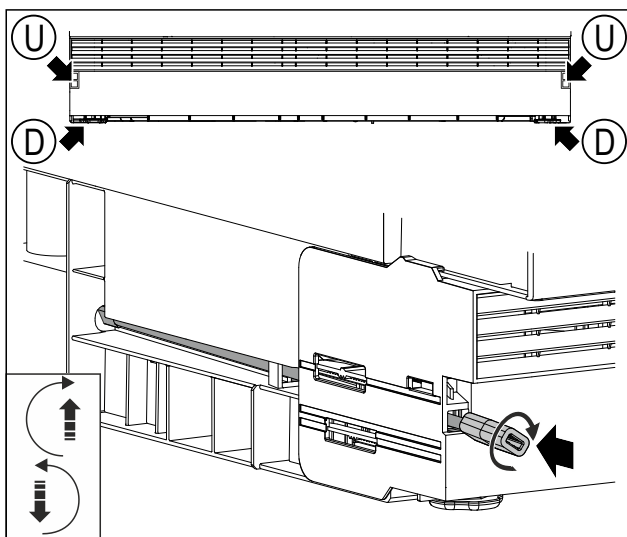

Fig. 53 Примерно изображение
- (U) Регулиране на височината отзад
- (D) Регулиране на височината отпред
- Вкарайте пръта с адаптера в отора Fig. 53 (U).